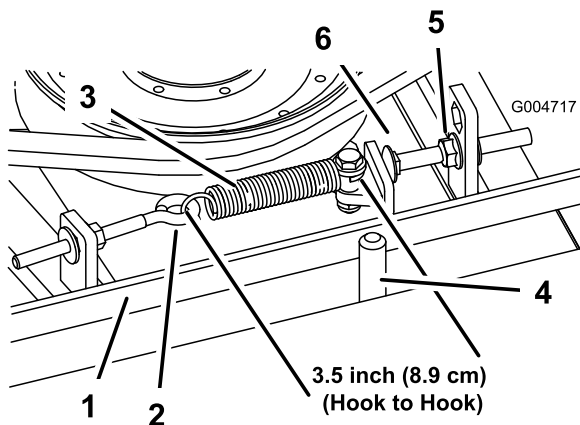

Figure 63
± 6 mm (intérieur). Lorsque le ressort est correctement tendu, ajustez le boulon de butée (boulon de carrossier) jusqu'à obtenir un jeu approximatif de $3 + 1,5/0,0$ mm entre la tête du boulon et le bras de la poulie de tension (Figure 63).
Remarque: La courroie doit être placée du côté ressort du guide (Figure 63).
- Desserrez le boulon à œil pour pouvoir enlever le ressort d'extension (Figure 63).
- Desserrez l'écrou à embase qui fixe le boulon de butée à la patte de montage. Reculez l'écrou suffisamment pour que le bras de la poulie de tension passe le boulon de butée (Figure 63). Éloignez la poulie de tension de la courroie pour détendre cette dernière.
- Raccrochez le ressort d'extension (Figure 63) au boulon à œil et tendez la courroie comme suit :